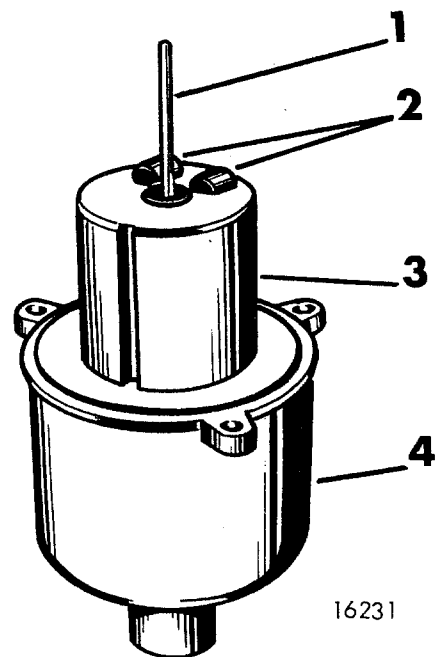

Fig 03–8. Vakuumkolvens passning
2. Proppa vakuumkolvens kanaler med exempelvis sm  k rkar, se fig 03–8.
3. Placera kolven i vakuumkammaren och h ll delarna upp och ner s  som fig 03–8 visar.